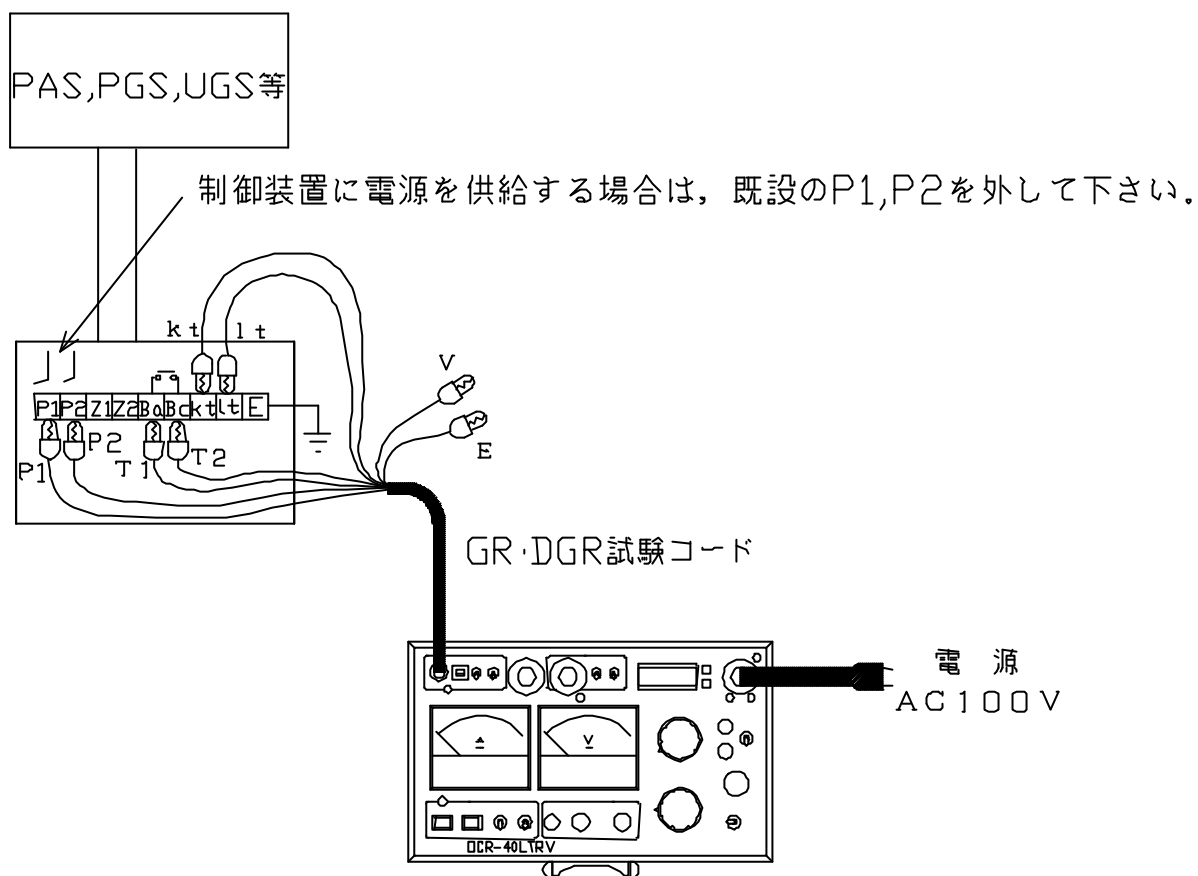

図13：PAS, PGS等の単体試験（停電状態）
7. 以上のような点を注意し、試験回路を構成します。(図13)